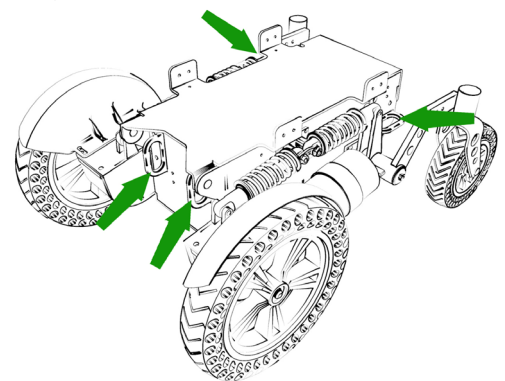

Abb. 7.1
Elektrorollstühle sind sehr schwer und lassen sich nicht leicht heben. Verwenden Sie daher geeignete Rampen, um den Stuhl in und aus dem Fahrzeug zu fahren. Sobald sich der Rollstuhl im Fahrzeug befindet, muss er an den dafür vorgesehenen Befestigungspunkten mit einem nach ISO 10542 zertifizierten Befestigungssystem gesichert werden (Abb. 7.1), das für das gesamte Rollstuhlgewicht konzipiert ist.
- Alle 4 Befestigungspunkte müssen verwendet werden (Abb. 7.1).